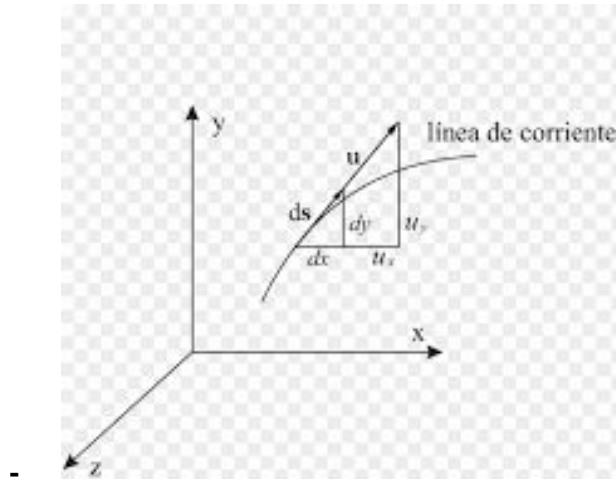

Figura 2. Línea de corriente
- Líneas de corriente: Consiste en una línea continua trazada a través de un fluido siguiendo la dirección del vector velocidad en cada punto. De esta manera, el vector velocidad es tangente a la línea de corriente en todos los puntos del flujo, como se observa en la Figura 2.